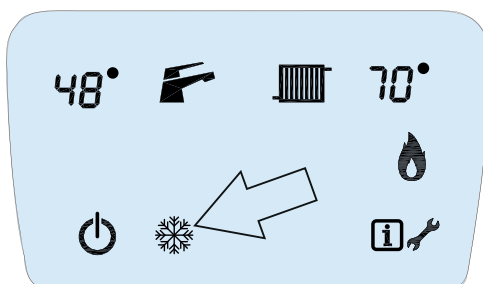

Fig. 7.2
- **Modalità INVERNO**, durante la quale sono attive tutte le funzioni per il riscaldamento domestico e per la produzione di acqua calda sanitaria. Quando l'apparecchio si trova in questa modalità è indicato sul display nella pagina FUNZIONE il simbolo del FIOCCO DI NEVE (fig. 7.2).